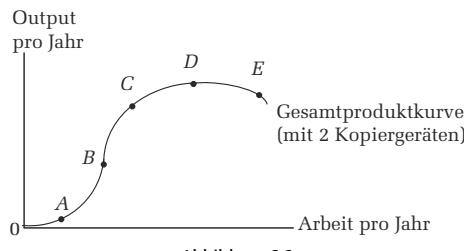

Abbildung 6.2
3. In Abbildung 6.2 wird die Gesamtproduktkurve für den Quik Image Copyshop dargestellt. Der Copyshop hat gegenwärtig zwei Kopiergeräte.